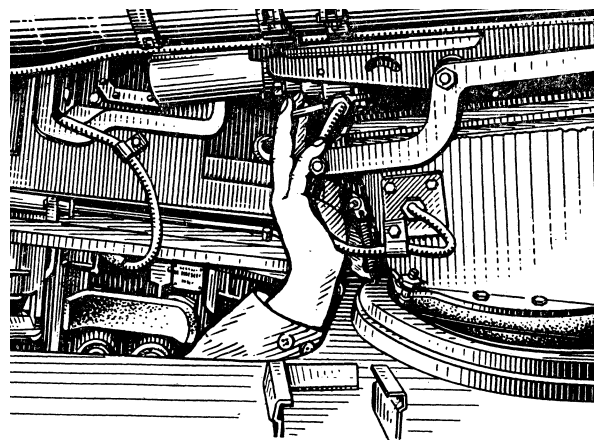

Рис. 87. Стопоріння контейнера протитанкової ракети на люльці
- перевірити положення рукоятки стопору контейнеру, яка повинна знаходитися в правому положенні; якщо вона не знаходиться в цьому положенні, її необхідно повернути праворуч до упору (рис. 87);